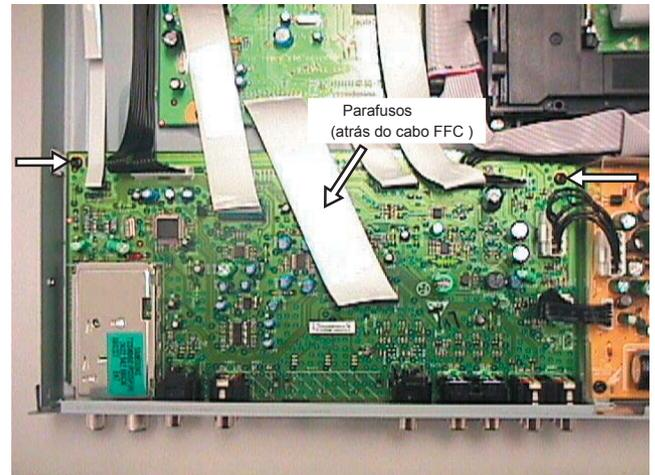

Figura 4-7: Remova os parafusos do Painel Analógico
- 1) Solte os parafusos do painel traseiro no Painel Analógico. Remova os parafusos do Painel Analógico como mostra a Figura 4-7.